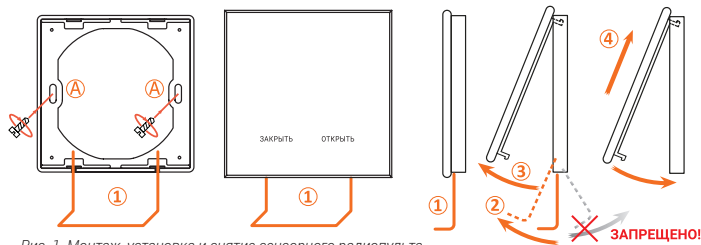

Рис. 1. Монтаж, установка и снятие сенсорного радиопульта
• Закрепите на стене специальную пластиковую рамку с помощью двух саморезов в отверстия (A) рис. 1 или приклейте ее на ровную поверхность с помощью двухстороннего скотча (входит в комплект).